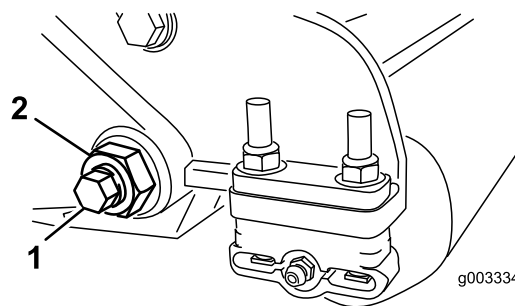
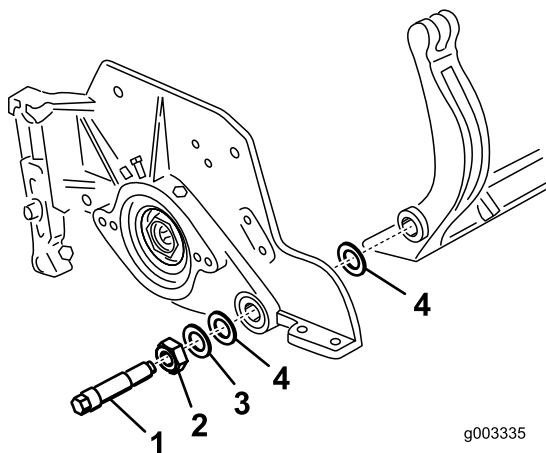

図 38
図 39
3. ベッドバーボルト図 38を固定しているロックナット機体両側をゆるめる。
4. 各ベッドバーボルトを抜いてベッドバーを下に引き抜いて外す図 38。ベッドバーの両端にそれぞれナイロンワッシャ2枚とスチールワッシャが1枚ずつあるので注意する図 39。